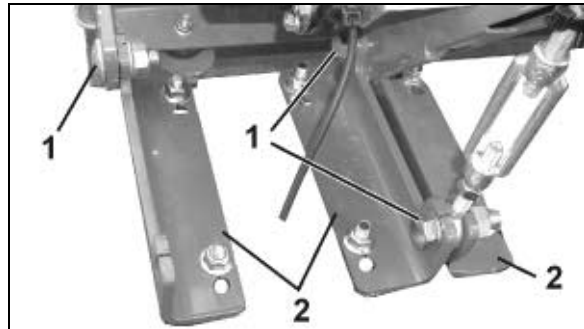

Fig. 25
- 3.2 Rechts: 3 boutverbindingen (Fig. 25/1) losdraaien en 3 koppeldelen (Fig. 25/2) verwijderen.